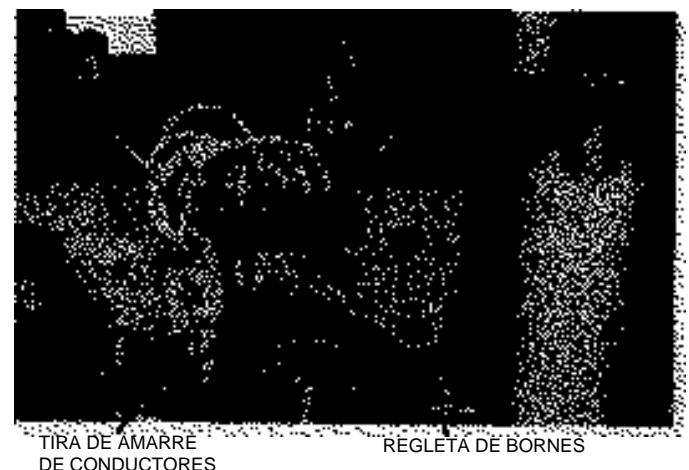

Figura 23.
5. Desconecte los siete conductores conectados a la parte inferior del bloque de bornes fijado al bastidor del reconector (Figura 23). Asegúrese de rotular todos los conductores antes de quitarlos. Con la unidad en posición invertida como se muestra en la Figura 23, los conductores se rotulan con las letras A, B, C, D, E, R y N, de izquierda a derecha.
6. El conjunto de conductores se sujeta por medio de una tira de nilón fijada al bastidor del mecanismo (Figura 23). Quite el tornillo de sujeción para soltar la tira del mecanismo.
7. Vuelva a conectar los conductores a los bornes correspondientes del bloque de bornes y fije la tira de nilón al bastidor para fijar el conjunto de conductores (Figura 23).